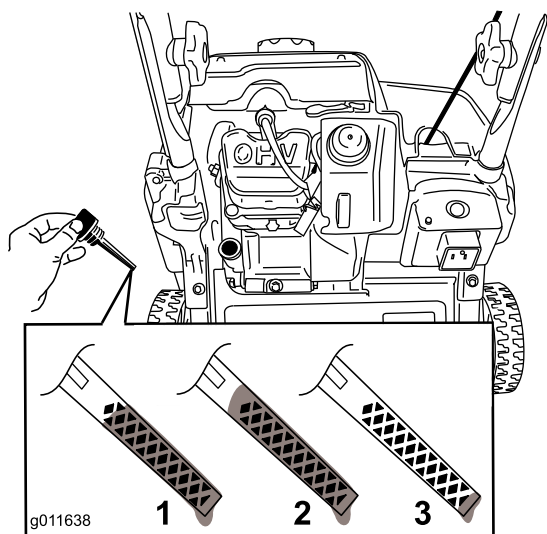

Figure 27
**Remarque:** Pour déterminer le niveau d'huile correct indiqué par la jauge, voir (Figure 27).